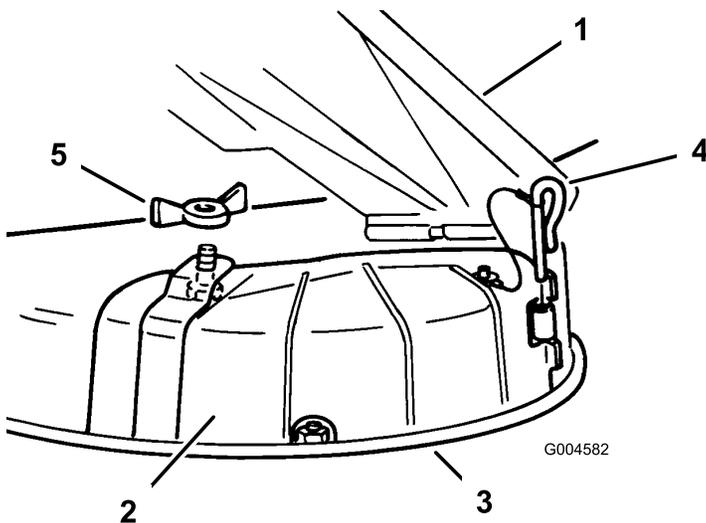

Bild 4
1. Heben Sie das Ablenkblech hoch und legen die Auswurfkanalabdeckung über die Öffnung und auf die untere Lippe des Mähwerks, wobei Sie die Abdeckung gleichzeitig in das vordere Scharnier stecken (Bild 4).
2. Schieben Sie den Scharnierstift durch das Scharnier (Bild 4).
3. Befestigen Sie die Auswurfkanalabdeckung mit der Flügelmutter am Mähwerk (Bild 4).